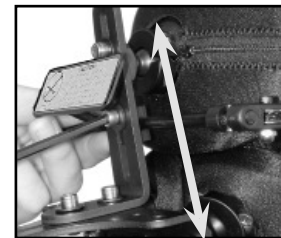
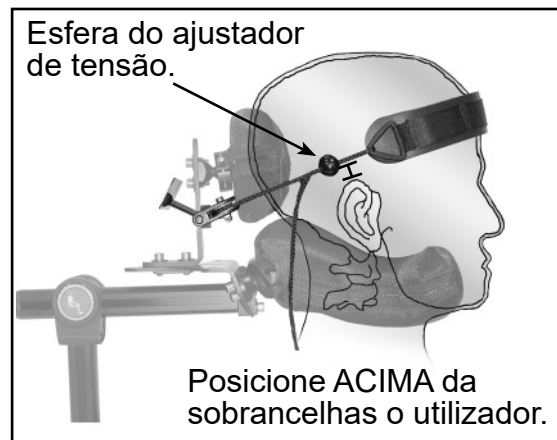

Fig. 3
Fig. 4
Passo 3 (Fig. 3) – Ajustar o ângulo da tensão da faixa para a testa: ajuste o conjunto para cima ou para baixo para alcançar uma direção da tensão sobre a testa que é perpendicular à inclinação da testa (Fig.4).